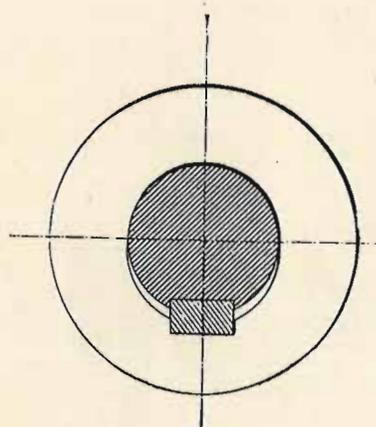

FIG. 3.
En effet, si une cale serre (par conséquent, si elle a été bien mise, fig. 3), elle soulève la moitié du moyeu, l'autre moitié seulement agissant par frottement, pour empêcher le volant de tourner sur l'axe.
**Manivelles.** Les manivelles se fixent sur l'axe, à chaud ou à la presse. Certains constructeurs ajoutent une cale. Nous avons renoncé à cette dernière pour les raisons énoncées ci-dessus (fig. 3).